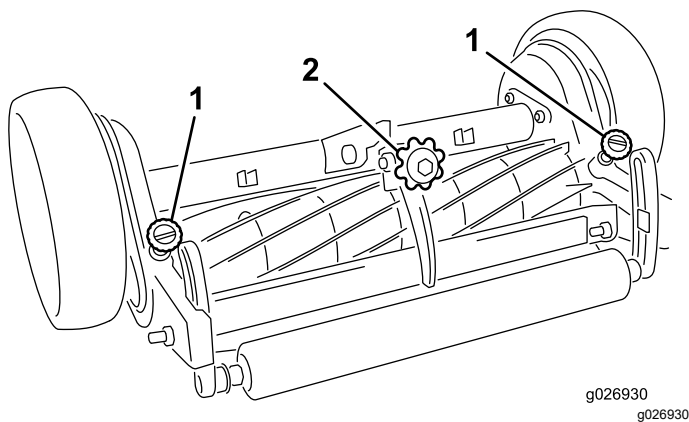

Figura 4
2. Desengate os manípulos descartáveis do cilindro (Figura 4). Rode cuidadosamente o cilindro para trás para garantir a liberdade de movimento.
3. Enquanto rodar o cilindro para trás, rode o manípulo de ajuste da lâmina no sentido contrário ao dos ponteiros do relógio (Figura 4) até que a lâmina deixe de tocar nas lâminas do cilindro.
4. Enquanto rodar o cilindro para trás, rode o manípulo de ajuste no sentido dos ponteiros do relógio (Figura 4), um clique de cada vez, até dar conta de um ligeiro contacto entre a lâmina e o cilindro ou ouvir um murmúrio como som de corte.
6. No início do dia de corte, quando os cilindros estão frios, acione os manípulos descartáveis do cilindro (Figura 4). Utilize as unidades de corte durante 15 a 20 minutos para que a lâmina e o cilindro atinjam a temperatura normal de funcionamento; depois pare. A seguir, solte os manípulos descartáveis do cilindro e rode o cilindro para trás. Deve ser emitido um murmúrio, não um clique, e isto é sinal de um ajuste correto. Se não for ouvido um murmúrio, a lâmina e o cilindro têm de ser reajustados; consulte os passos 3 a 5. Por oposição, quando os cilindros estão quentes após a utilização, recorra apenas aos passos 1 a 5 para manter um ligeiro contacto entre a lâmina e o cilindro.